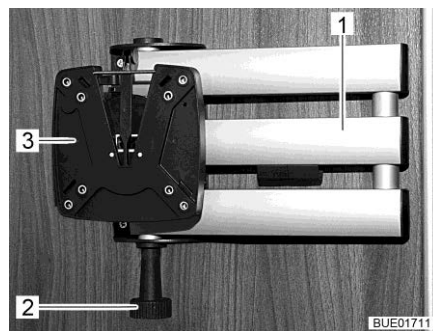

Fig. 89 Soporte (brazo articulado de dos partes)
Posicionar: ■ Tirar del botón de desbloqueo (Fig. 89,2). El brazo articulado (Fig. 89,1) estará desbloqueado.
- Girar la pantalla plana de regreso a la posición inicial hasta que se oiga engatillar el soporte (Fig. 89,3) en el bloqueo.